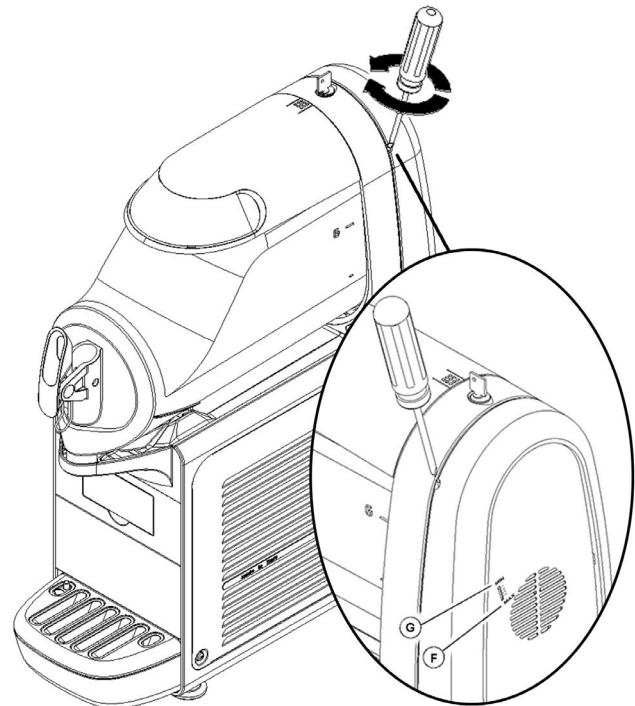

figure 2
**1 Réglage de la densité:** la densité optimale de la granita a été réglée en usine. Si l'on désire modifier cette densité, tourner avec un tournevis la vis de régulation densité située dans chacune des parois postérieures du distributeur (voir figure 2):